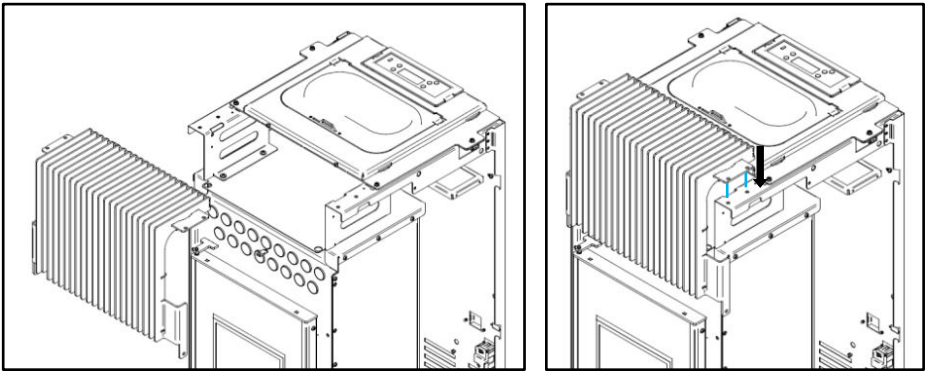

Figura 34 – Encaixe da grelha frontal
b) Nos equipamentos **Pine, Leaf e Aspen**; encaixar a grelha frontal, fazendo coincidir os furos da grelha com os furos do equipamento (Figura 34).